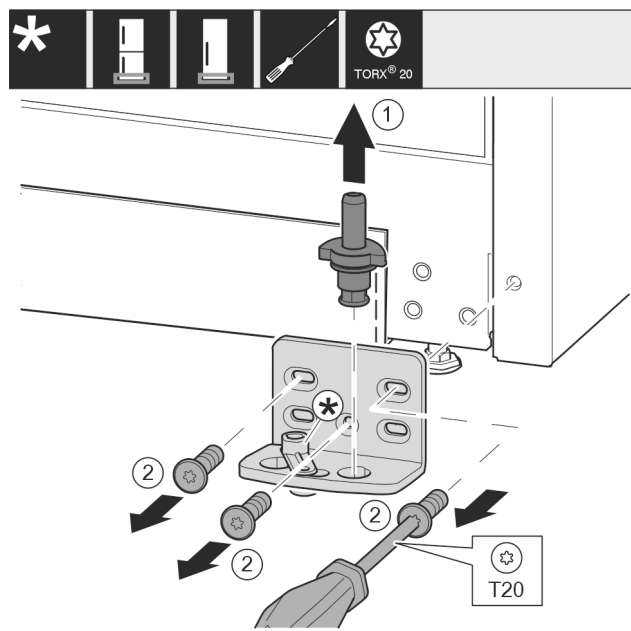

Fig. 12
- ▶ 将轴承螺栓 Fig. 12 (1) 完全向上拉出。
- ▶ 将螺钉 Fig. 12 (2) 用螺丝刀旋开并取下托架。